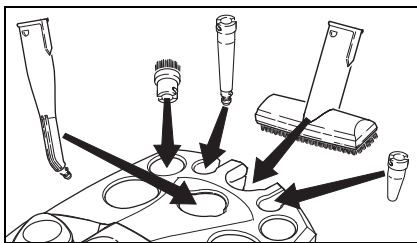

Abb. 1
- Handdüse (E1) in den passenden Zubehöralter stecken (siehe Abb. 1).